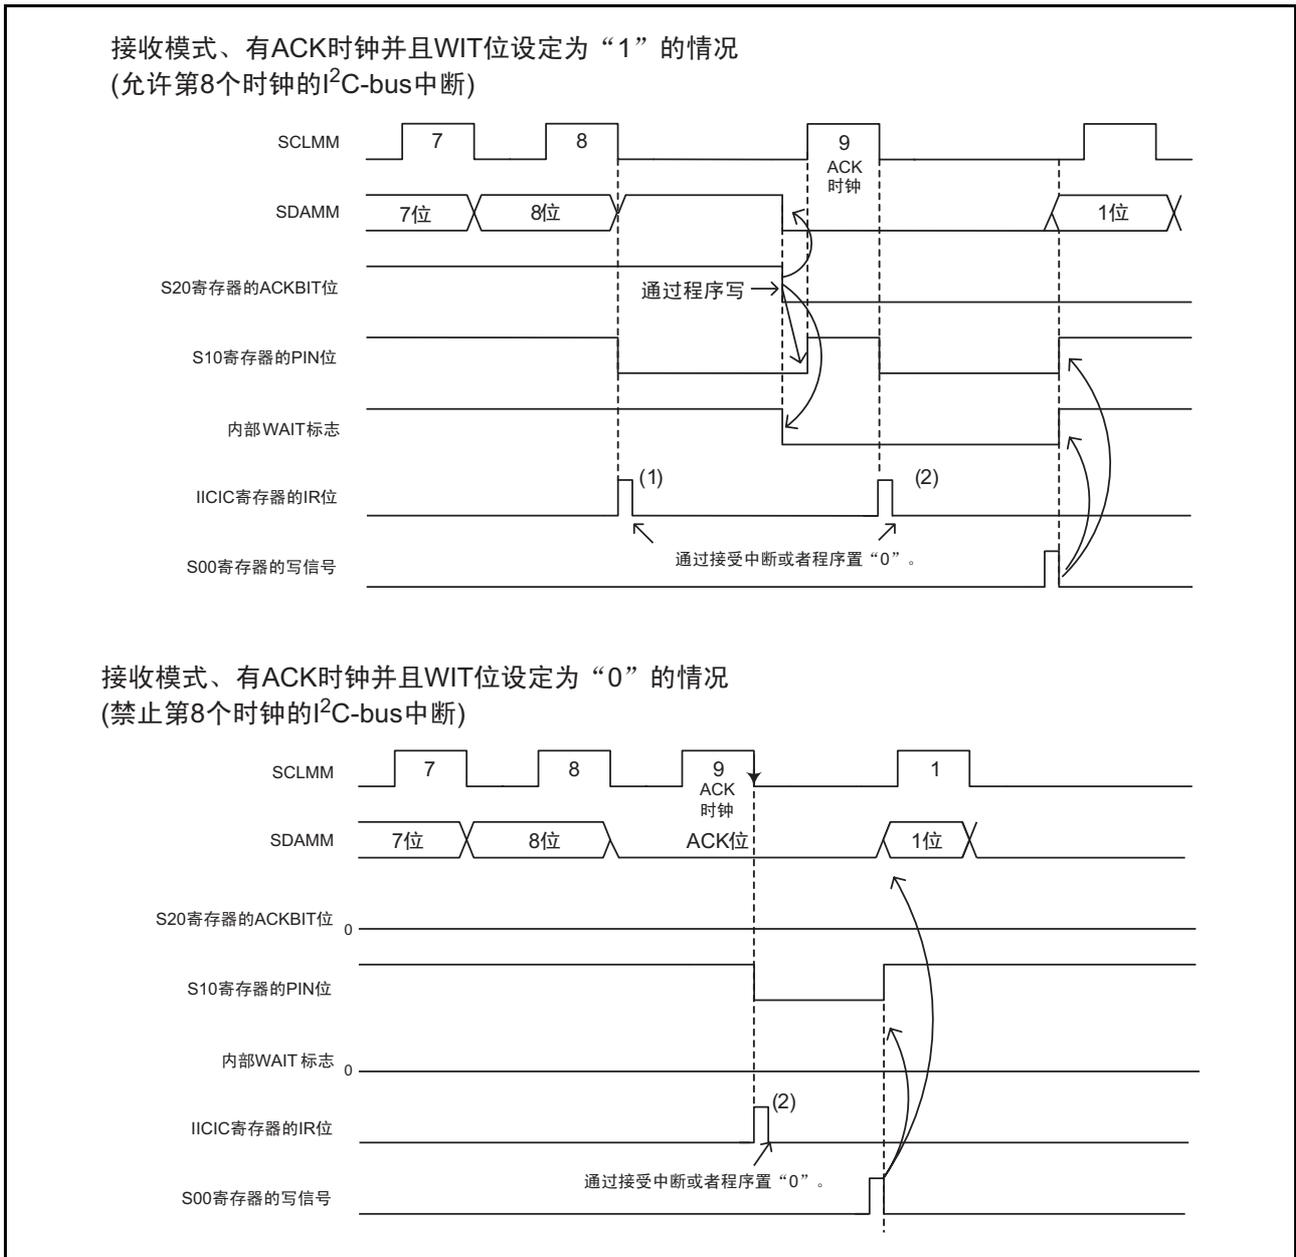

图 25.4 接收数据时中断请求的发生时序
接收数据时中断请求的发生时序以及重新开始发送和接收的方法如表 25.6 所示，接收数据时中断请求的发生时序如图 25.4 所示。
注 1. 图 25.4 的 IICIC 寄存器的 IR 位 (1) 的时序
注 2. 图 25.4 的 IICIC 寄存器的 IR 位 (2) 的时序